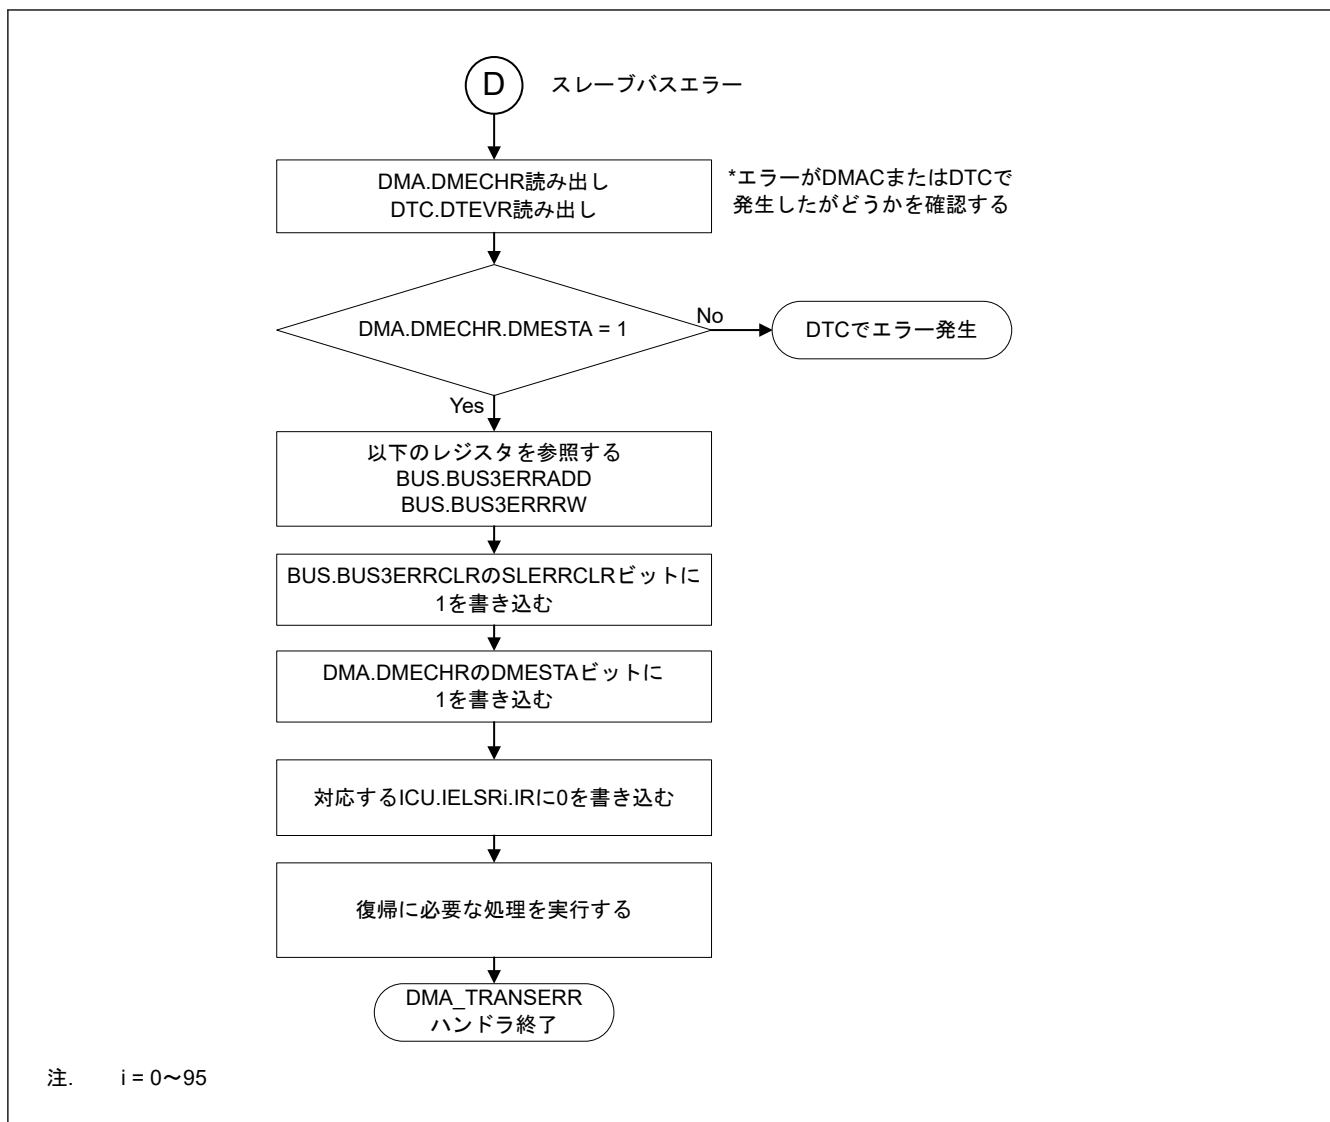

図 15.30 スレーブバスエラーによる DMA_TRANSERR ハンドラの処理
- 図 15.30 に DMAC のスレーブバスエラーが発生したチャンネルとセキュリティ属性を確認するフローを示します。